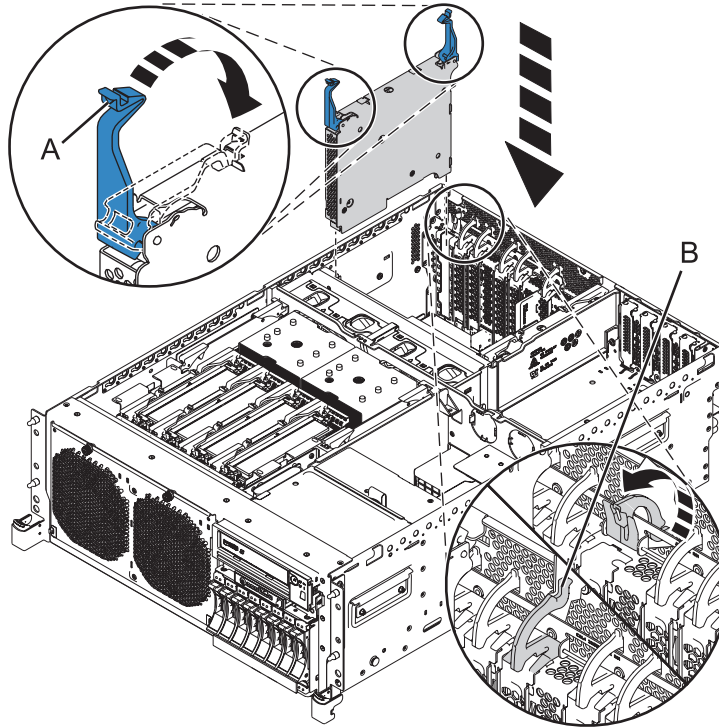
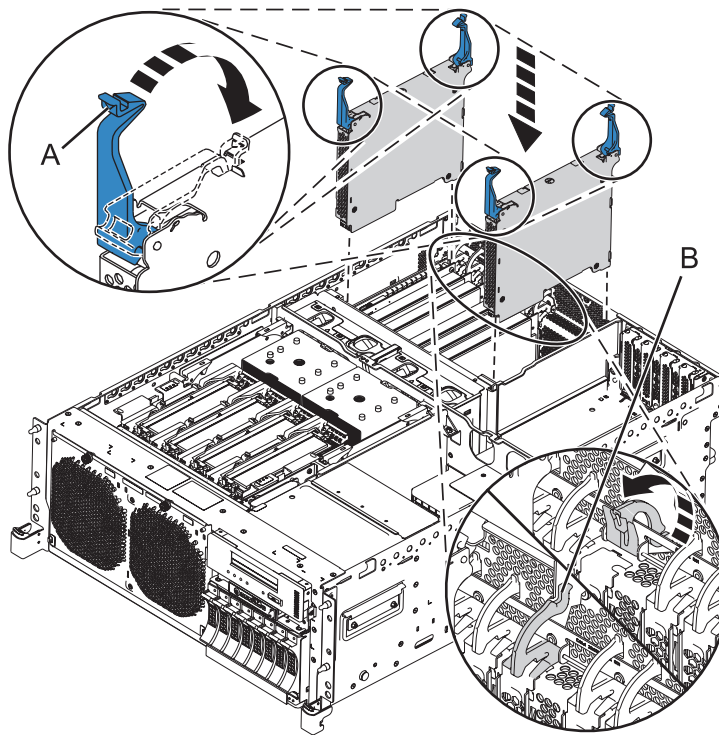

Figure 9. Installation de l'adaptateur GX sur un système 8202-E4B ou 8205-E6B monté en armoire
Figure 10. Installation de l'adaptateur GX (code dispositif EJ03) sur un système 8202-E4C, 8202-E4D, 8205-E6C ou 8205-E6D monté en armoire
3. Faites pivoter les taquets **(A)** en position verrouillée, comme illustré dans la figure 9, à la page 12 et la figure 10, à la page 12.